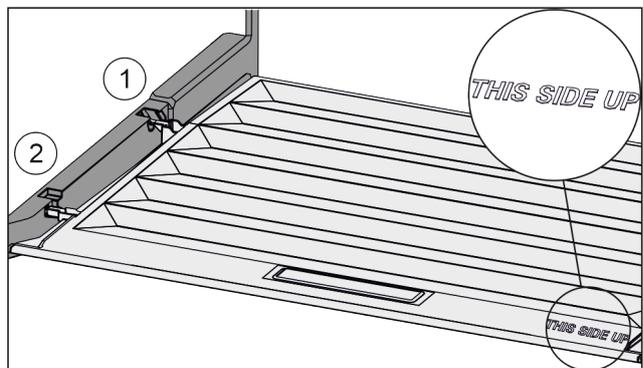

Fig. 116
- Deckelstege über Öffnung der hinteren Halterung Fig. 116 (1) einführen und vorne in Halterung Fig. 116 (2) einrasten.